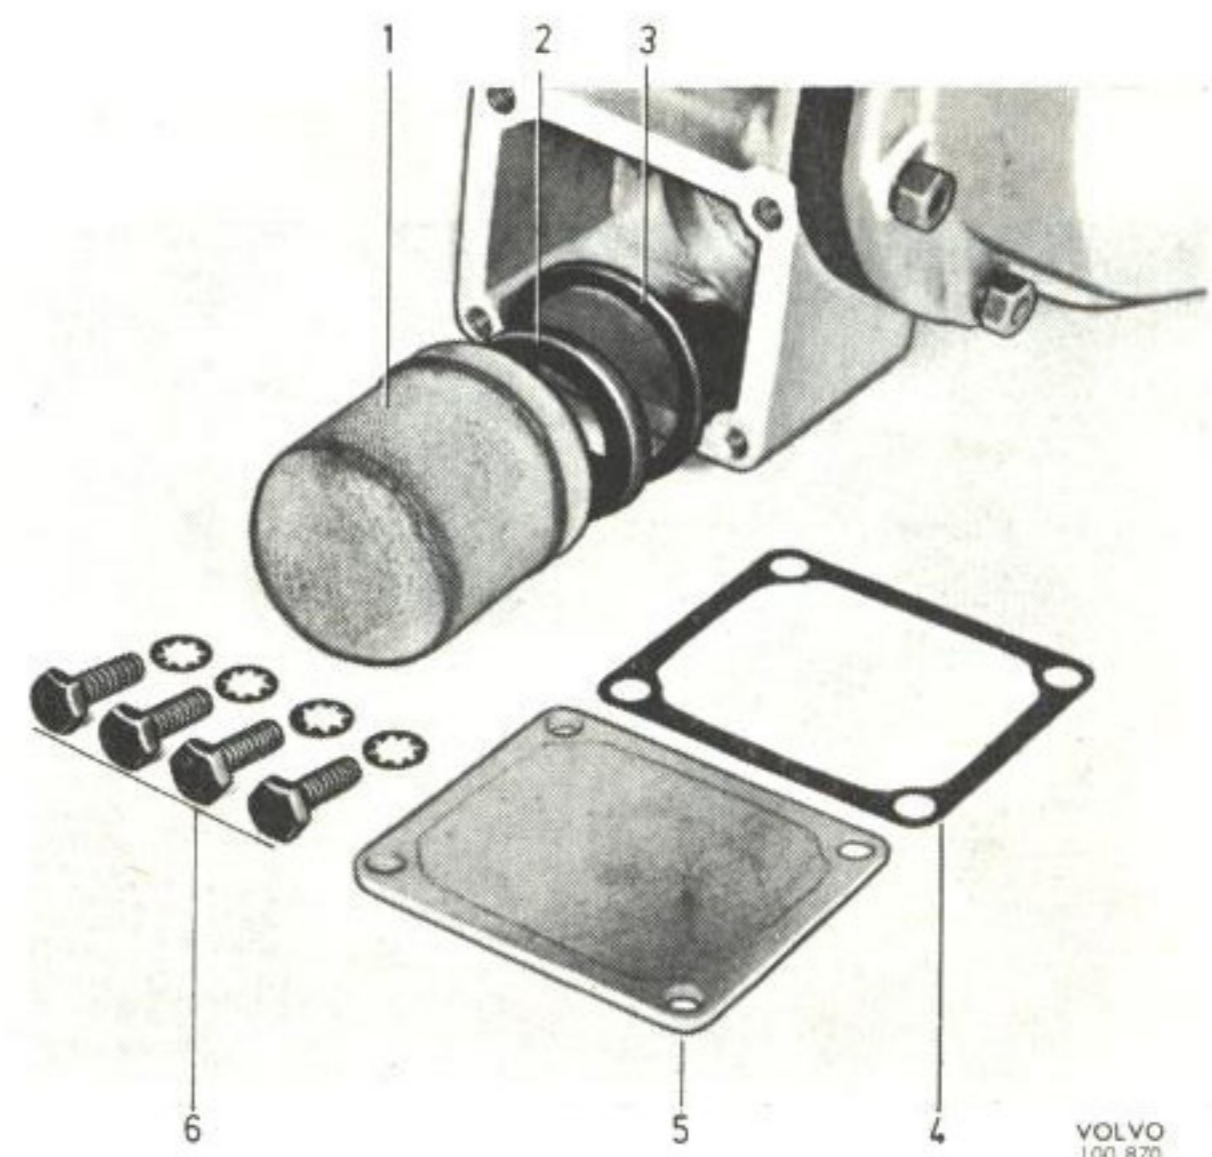

Bild 9. Demontering av oljesil
1. Tag bort locket (5). Tag ut oljesilen (1) och magnetsatsen (2), se bild 9. Rengör oljesilen i bensin eller kristallolja. Blås torrt med tryckluft.
2. Kontrollera att packningen (3) är i gott skick. Vänd den stålklädda sidan mot huset och placera packningen på sin plats.